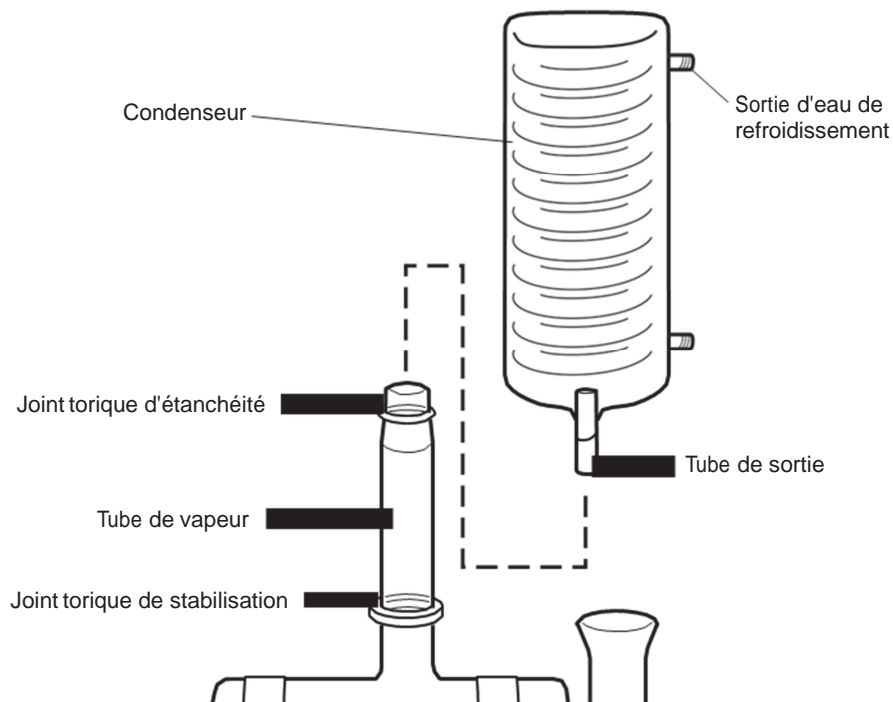

Figure 3
6. Dans le jeu de tuyaux, prendre le tube (225 mm de long et 8 mm de diamètre) équipé de connecteurs à vis à ses 2 extrémités. Visser une extrémité du tuyau sur le raccord à vis supérieur du réfrigérant et l'autre extrémité sur le raccord à vis du contrôleur de niveau (**voir figure 3**).